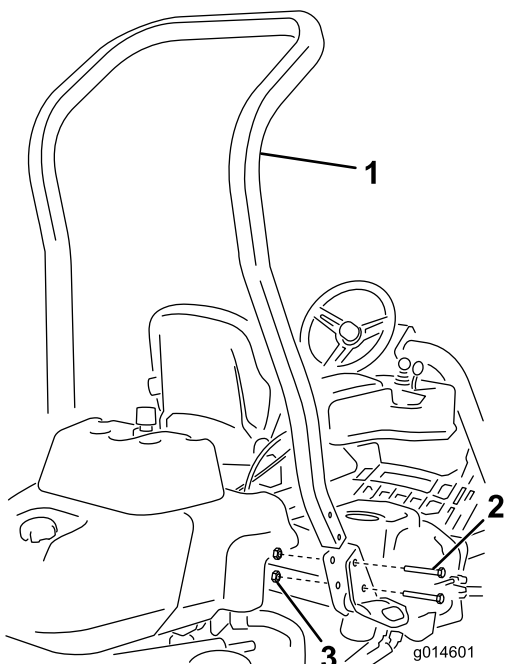

Figura 3
3. Instale a barra nas bolsas de cada lado da máquina, utilizando quatro parafusos (½" x 3¾") e quatro porcas flangeadas (½"), como se mostra na Figura 3.